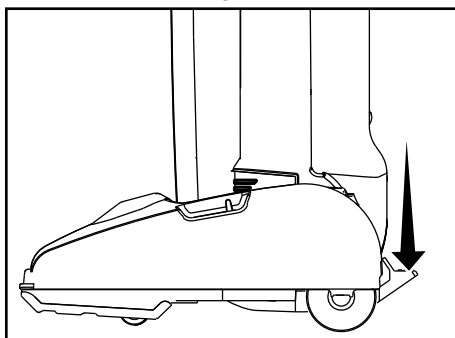

Fig. 2
- Presione el pedal de liberación de la manija con el pie para reclinarse la manija (Fig. 2).